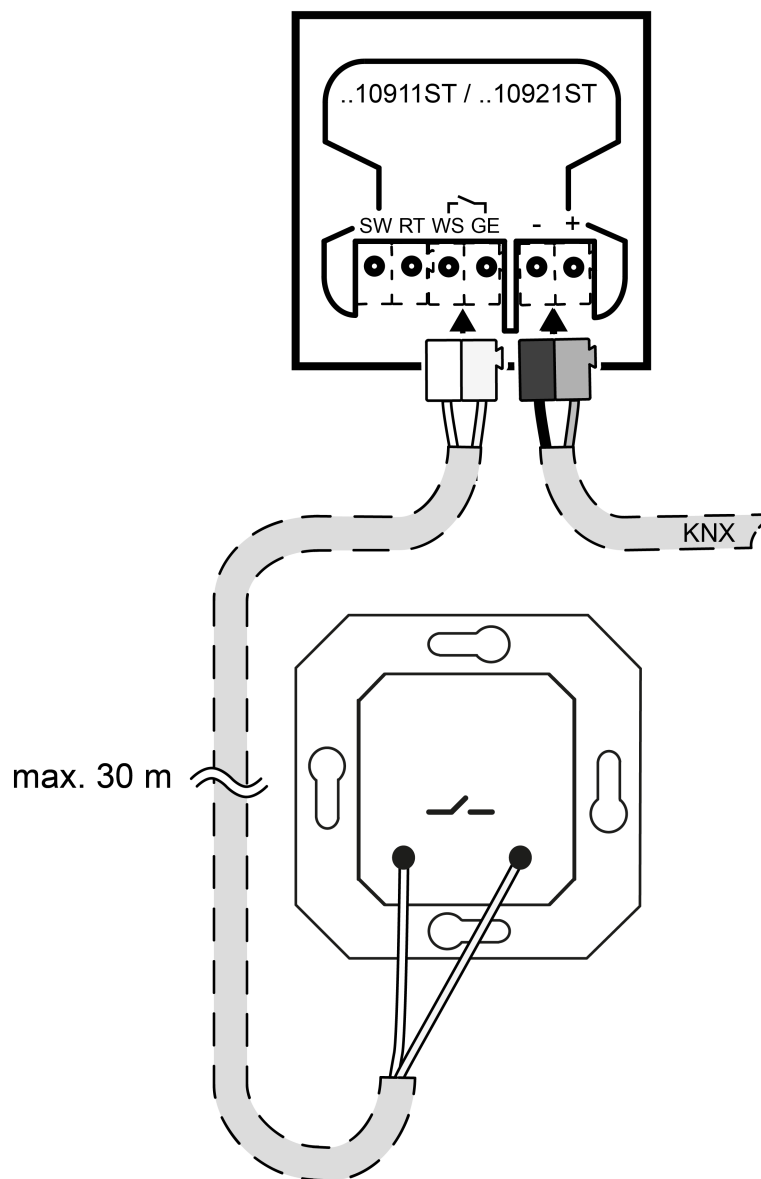

Bild 7: Installationstaster anschließen
- Optional: Externe Schaltkontakte (z.B. Installationstaster oder Reed-Kontakte) an Verbindungsklemme anschließen (siehe Bild 7).
Externe Schaltkontakte anschließen (siehe Bild 7)